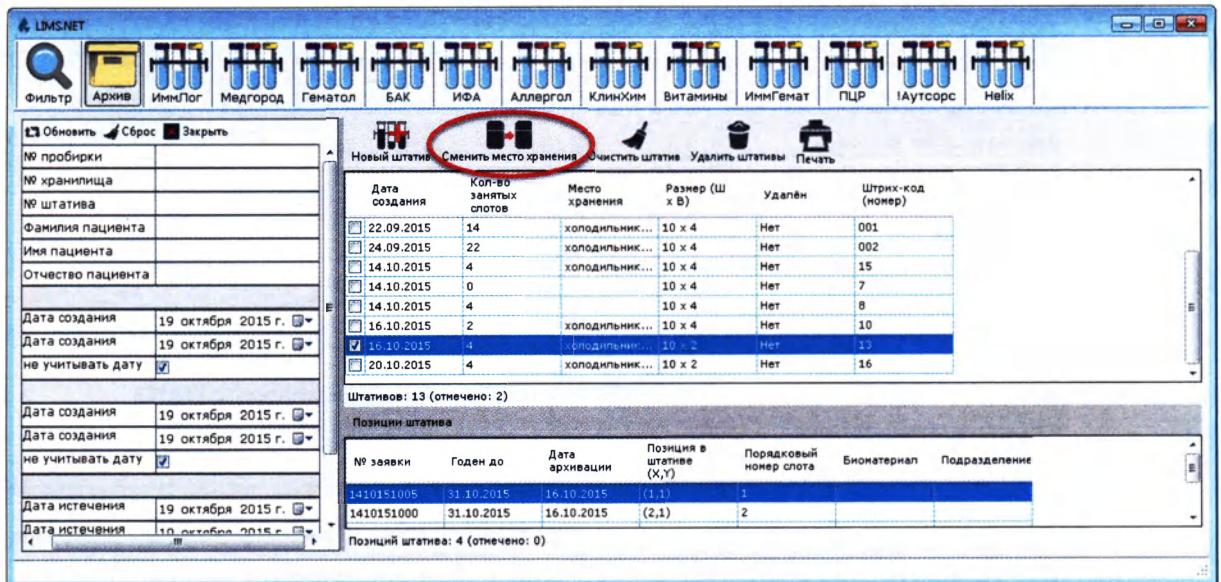

Рисунок 13.42
2. Нажмите кнопку «Сменить место хранения» (Рисунок 13.42):